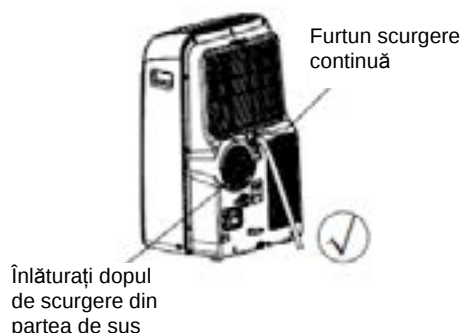
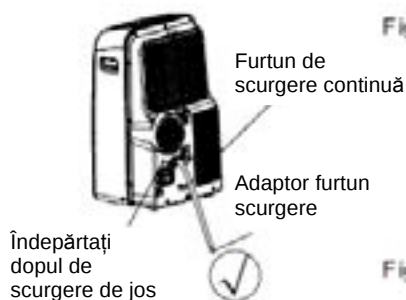

Fig. 20a
Fig. 20b
- În timpul modulului de încălzire prin pompare, îndepărtați dopul de scurgere din partea inferioară din spatele aparatului, instalați conectorul de scurgere (adaptor tip mamă universal de 5/8") cu un furtun de 3/4" (achiziționat local). Pentru modelele fără conector de scurgere, pur și simplu atașați furtunul de scurgere la orificiu. Așezați capătul deschis al furtunului direct în zona de scurgere din podea. Vă rugăm consultați Fig. 20b. NOTĂ: asigurați-vă că furtunul este bine strâns astfel încât să nu existe scurgeri. Direcționați furtunul către scurgere, asigurându-vă că nu există îndoituri ce vor opri scurgerea apei. Puneți capătul furtunului pe scurgere și asigurați-vă că acest capăt este îndreptat în jos pentru o scurgere bună a apei. (Vedeți Fig. 20a, 20b, 21a). Nu îl lăsați niciodată în sus. (Vedeți Fig. 21b).